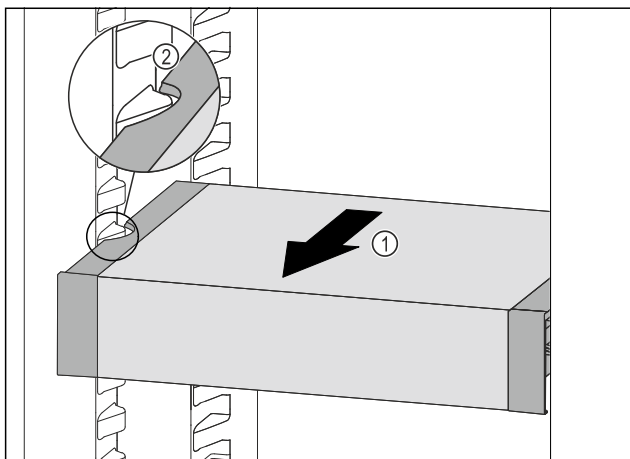

Fig. 72
- ▶ Trekk VarioSafe forover Fig. 72 (1), til utsparingene på sidene av VarioSafe er på nivå med rillene i kjøleskapet. Fig. 72 (2)